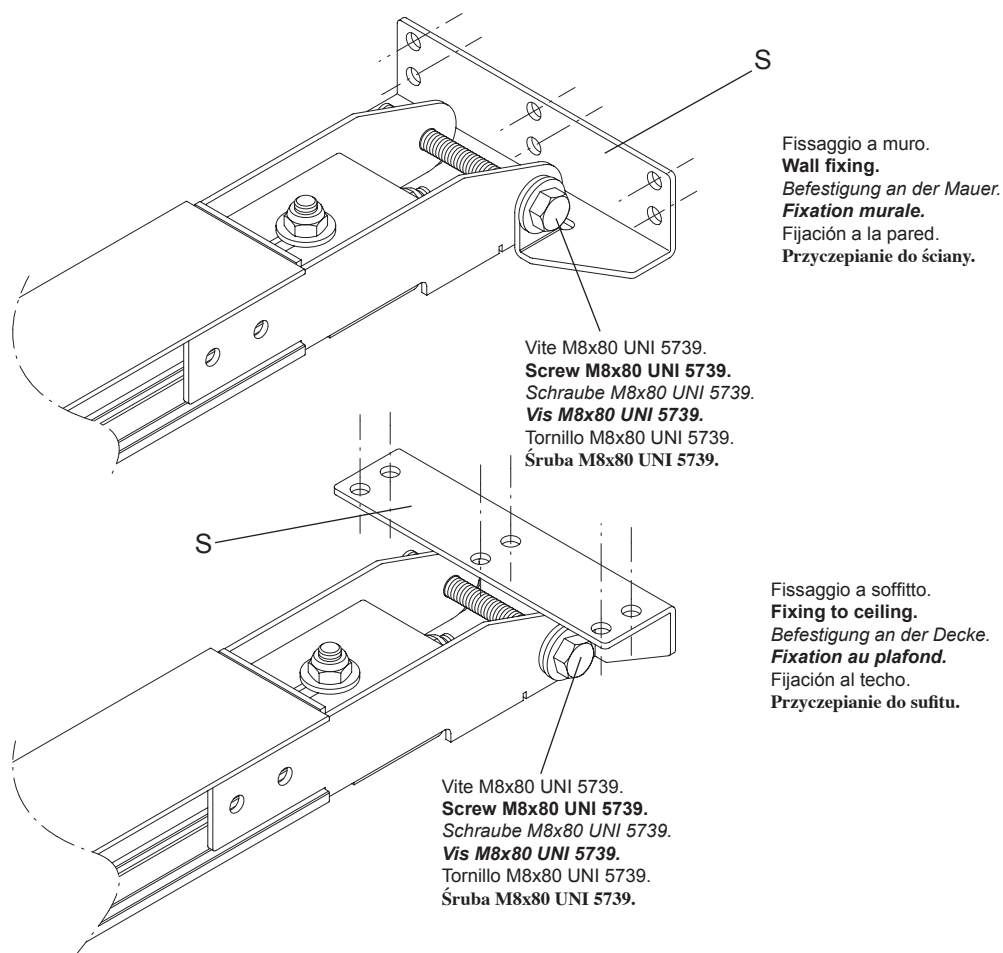

Fig.10
- i) Ancorare la staffa "S" al muro o al soffitto mediante rivetti o viti e tasselli. Ancorare il profilo alla staffa S con la vite a testa esagonale M8x80 ed il dado autobloccante (Fig.10).
- i) **Anchor the bracket "S" to wall or ceiling by using rivets or screws and dowels. Anchor the profile to bracket S with the hexagonal head screws M8x80 and the self-locking nut (Fig.10).**
- i) *Den Bügel „S“ an die Mauer oder an die Decke mit den Nieten oder den Schrauben und Dübeln verankern. Das Profil am Bügel S mit der sechskantigen Schraube M8x80 und der selbstsichernden Mutter verankern (Abb.10).*
- i) **Ancrer la bride "S" au mur ou au plafond au moyen des rivets ou des vis tamponnées. Ancrer le profil à la bride S avec la vis à tête hexagonale M8x80 et l'écrou auto serré (Fig.10).**
- i) Anclar el estribo "S" a la pared o al techo con remaches o pernos de expansión. Anclar el perfil al estribo S con el tornillo de cabeza hexagonal M8x80 y la tuerca autobloccante (Fig.10).
- i) **Przymocować do ściany lub sufitu zaczepek „S” za pomocą nitów lub śrubek i klinów. Przymocować prowadnicę do zaczepek S za pomocą śruby z łbem sześciokątnym M8x80 i nakrętki samozabezpieczającej (rys.10).**